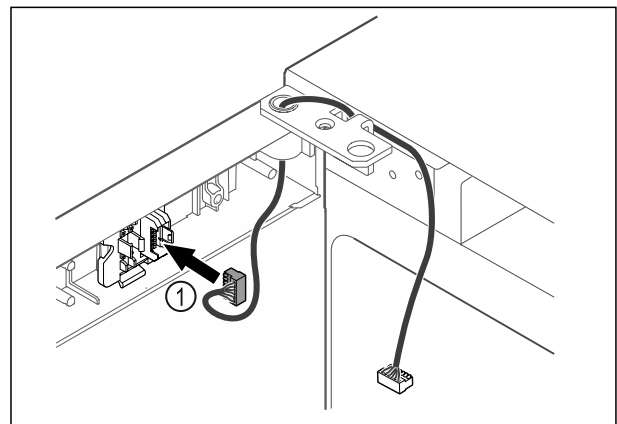

Fig. 33
- Τοποθετήστε το φικς Fig. 33 (1) στο στήριγμα του φικς.